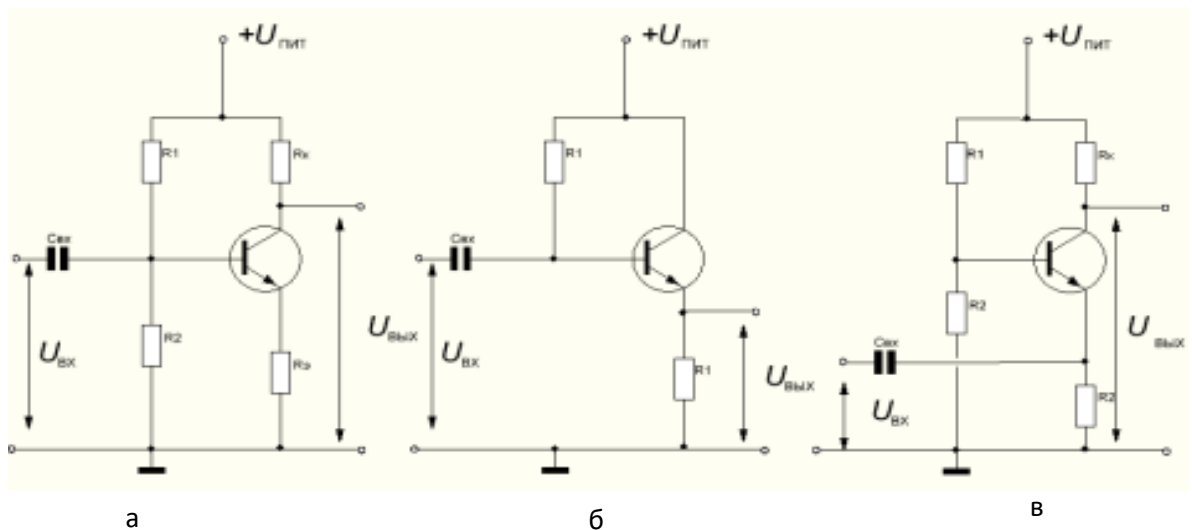

Рис. 8.1
- с общим эмиттером (ОЭ) (Рис. 8.1 а),
- с общим коллектором (ОК) (Рис. 8.1, б)
- с общей базой (ОБ) (Рис. 8.1 в).
Схема с ОЭ (Рис. 8.1, а) используется наиболее часто. В ней входной сигнал подаётся на цепь база – эмиттер, а выходное напряжение снимается с цепи коллектор – эмиттер. Она имеет большой коэффициент усиления, как по напряжению, так и по току. Коэффициент усиления по напряжению, с учётом ряда допущений, для схемы с ОЭ определяется по формуле:
В схеме с ОК (Рис. 8.1, б) входной сигнал подаётся на цепь база – коллектор, а выходной снимается с цепи эмиттер – коллектор. Это утверждение не противоречит рисунку 1б, так как для переменного сигнала общая точка имеет такой же потенциал, как и  $+U_{пит}$ . Эту схему называют ещё **эмиттерным повторителем**, так как выходное напряжение в ней почти равно входному. Схема имеет большой коэффициент передачи по току. Однако достаточно часто данная схема применяется не для усиления тока, а для **согласования усилительных каскадов с низкоомной нагрузкой**. Это
В схеме с ОБ (Рис. 8.1, в) входное напряжение подаётся на цепь эмиттер – база, а выходное снимается с цепи коллектор – база. Здесь также нет противоречия с рисунком 1в, так как для переменного сигнала общая точка имеет такой же потенциал, как и потенциал базы. Эта схема имеет большой коэффициент, но ток на выходе почти равен току на входе. В противоположность схеме с общим коллектором схема имеет малое входное сопротивление, но большое выходное.